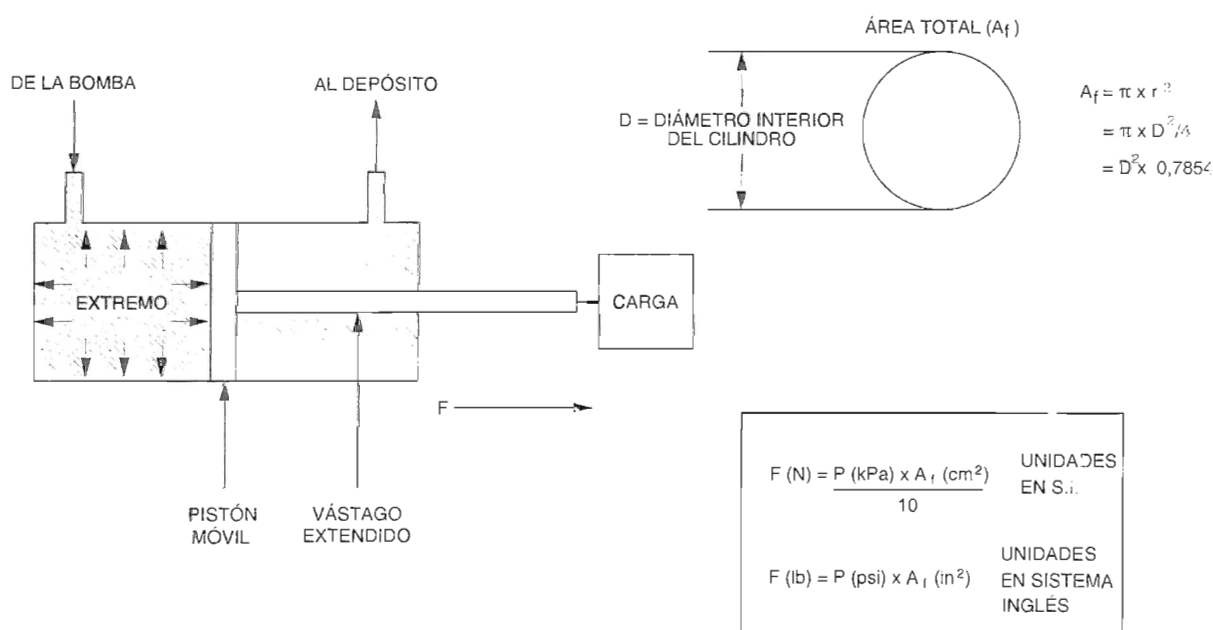

Figura 2-14. Cilindro impulsando una carga.
En la Figura 2-14, el aceite de la bomba está confinado en el lado émbolo del cilindro. Como resultado, la presión se genera en el extremo émbolo del cilindro. Esta presión es ejercida por igual sobre la superficie completa del extremo émbolo del cilindro. Actúa en el pistón, dando como resultado una fuerza mecánica para **impulsar** la carga.
2. Si el diámetro interior, D, de un pistón del cilindro es igual a 3,81 cm (1,5 pulg.), calcule el área total, A_t , de este pistón. Utilice la fórmula mostrada en la Figura 2-14. Esta es proporcionada a continuación para su conveniencia.